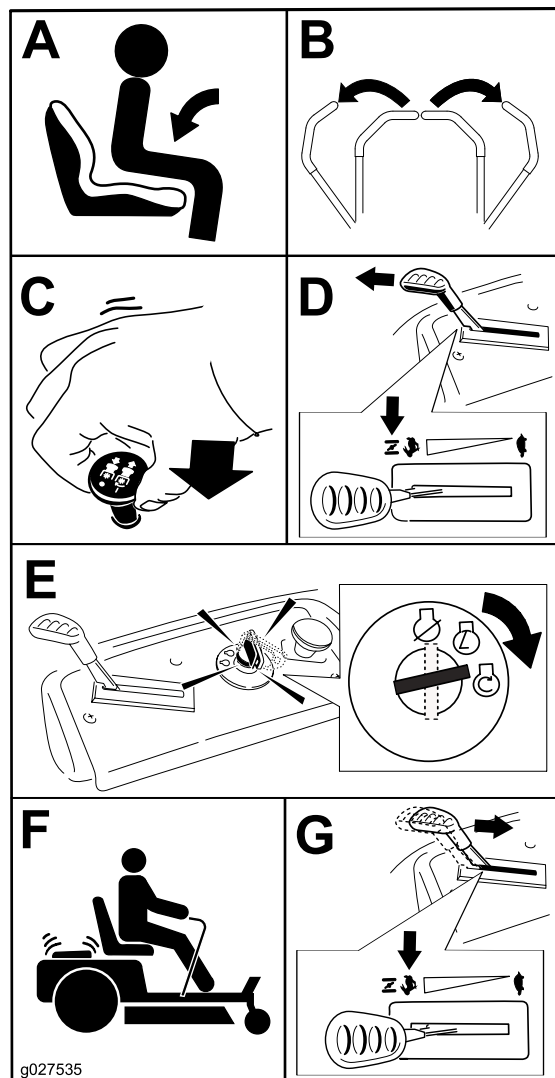

Figura 23
Nota: Pode ser necessário manter a alavanca contra a paragem, na posição de entrada de ar quando tenta ligar o motor (Figura 23).
1. Desengate as lâminas através da deslocação do interruptor de controlo das lâminas na posição DESLIGAR (Figura 23).